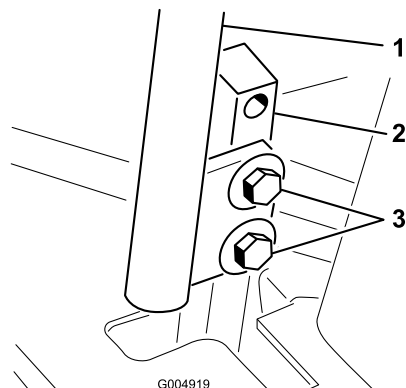

Figura 67
3. Allentate i bulloni di fissaggio delle leve di controllo (Figura 67).